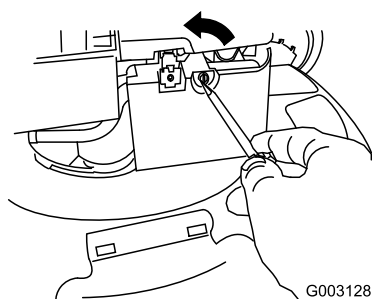

Figura 40
2. Aprite il coperchio del filtro dell'aria con un cacciavite (Figura 40).